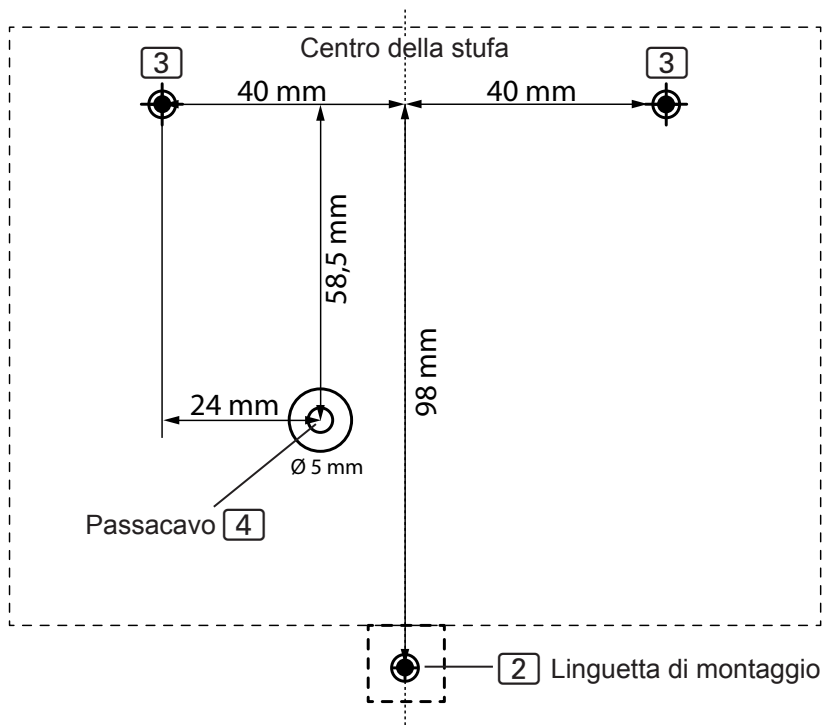

Fig.3 Montaggio del dispositivo di sicurezza per lo spegnimento automatico
- Vedi **Fig.3 Montaggio del dispositivo di sicurezza per lo spegnimento automatico**
4. Per il fissaggio, ruotare una vite semicircolare per legno nella linguetta di montaggio inferiore **2** del dispositivo di sicurezza per lo spegnimento automatico (**Fig.3 Montaggio del dispositivo di sicurezza per lo spegnimento automatico a pagina 9**)